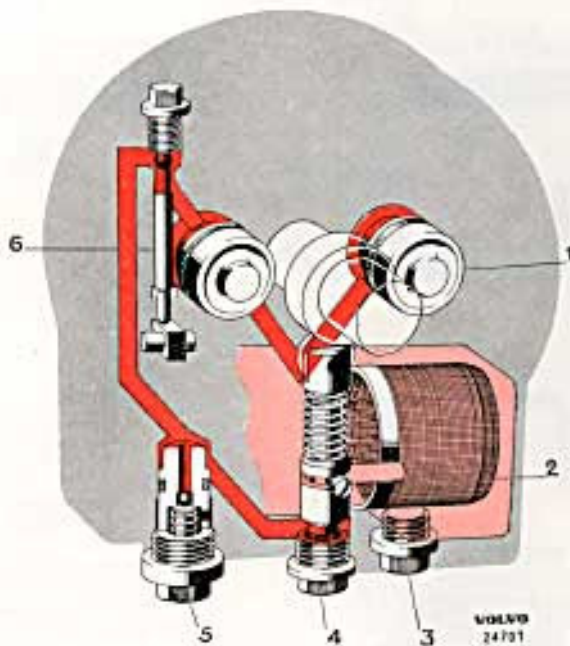
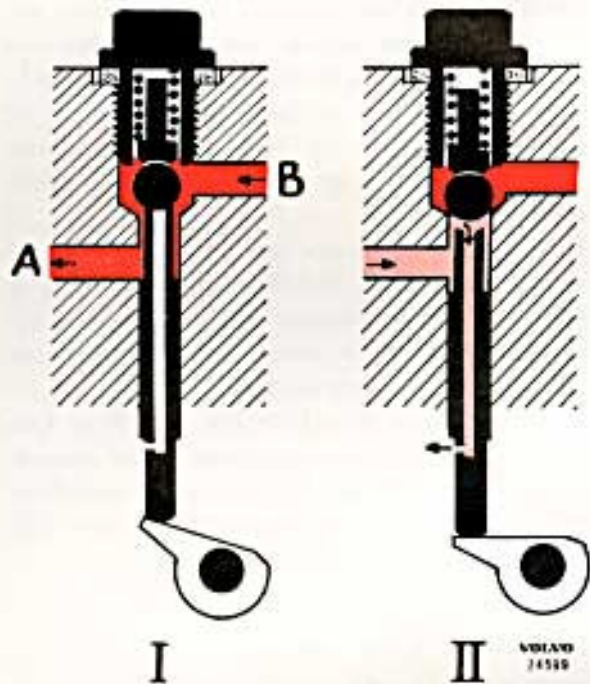

Bild 3-35. Hydrauliskt system
Bild 3-36. Manöverventil
I överväxellådan finns en kolvpump (4, bild 3-35) som drives av en excenter på huvudaxeln. När manöverventilen (6) öppnas (läge I, bild 3-36) strömmar olja under tryck från pumpen via ventilen till två cylindrar (1). Kolvarna i cylindrarna pressar därvid kopplingslamellen framåt och i kontakt med bromstrumman. När överväxeln kopplas ur stänger manöverventilen förbindelsen mellan pumpen och cylindrarna. Kopplingslamellen pressas bakåt av fjädrarna. Oljan i cylindrarna strömmar därvid genom den urbarrade ventilstängens och ut i växellådshuset, se II, bild 3-36.
Oljesilen skall rengöras vid varje oljebyte. Tappa därvid först av oljan genom att ta bort proppen (3, bild 3-35. Märkt "Drain") under oljesilen. Därefter sker rengöringen på följande sätt:
5. Pump och pumpventil monteras i motsatt ordning mot demonteringen. Kontrollera att packningen för proppen (4, bild 3-35) är i gott skick. Fyll på olja.